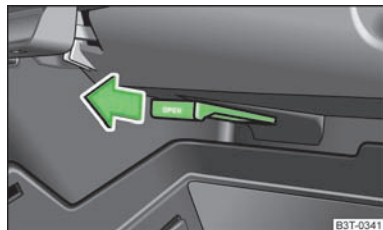

Fig. 89
- Pour ouvrir l'arrivée d'air, tirez sur la manette dans le sens de la flèche » fig. 89.